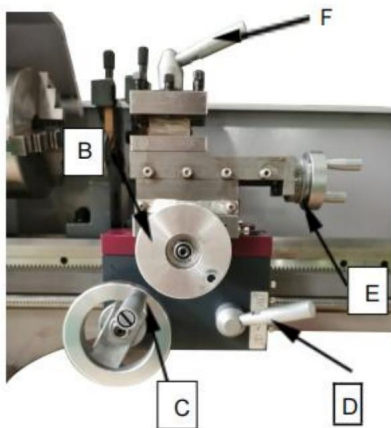

Abb.11
5. Längsverfahrhandrad (B, Abb. 11)
6. Querverstellhebel (C, Abb. 11)
7. Halbmutter-Einrückhebel (D, Abb. 11)
8. Verschiebungshebel für die zusammengesetzte Auflage (E, Abb. 11)
9. Klemmhebel des Werkzeughalters (F, Abb. 11)